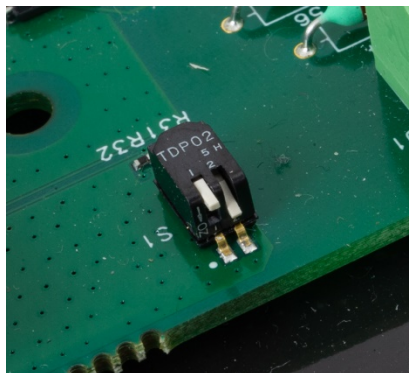

Figura 4-6: Interruptores de metrología SW1 APAGADO, SW2 ENCENDIDO
2. Encienda el SW1-2, como se muestra en **Figura 4-6**.